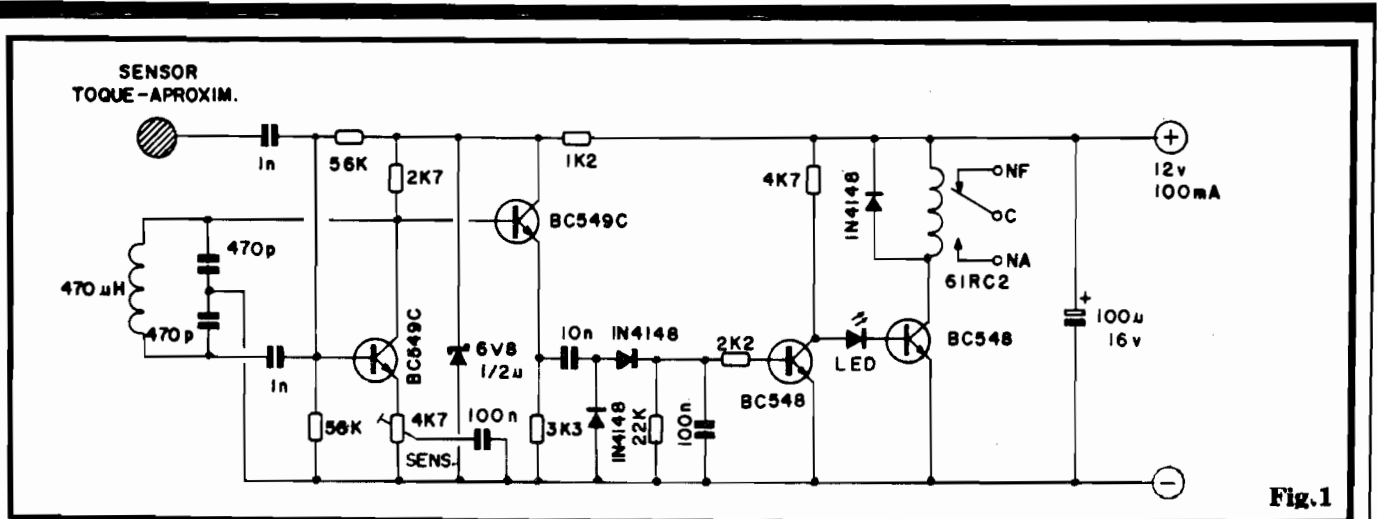

Fig.1
- FIG. 1 - O CIRCUITO - O diagrama esquemático do SPOTA mostra nitidamente a extrema simplicidade do circuito, total-